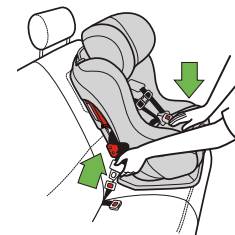

Figura 98
- Si se presiona el centro del asiento de seguridad se reduce la tensión del cinturón del vehículo, lo cual facilita desabrochar el mismo, como se muestra en la **figura 98**.